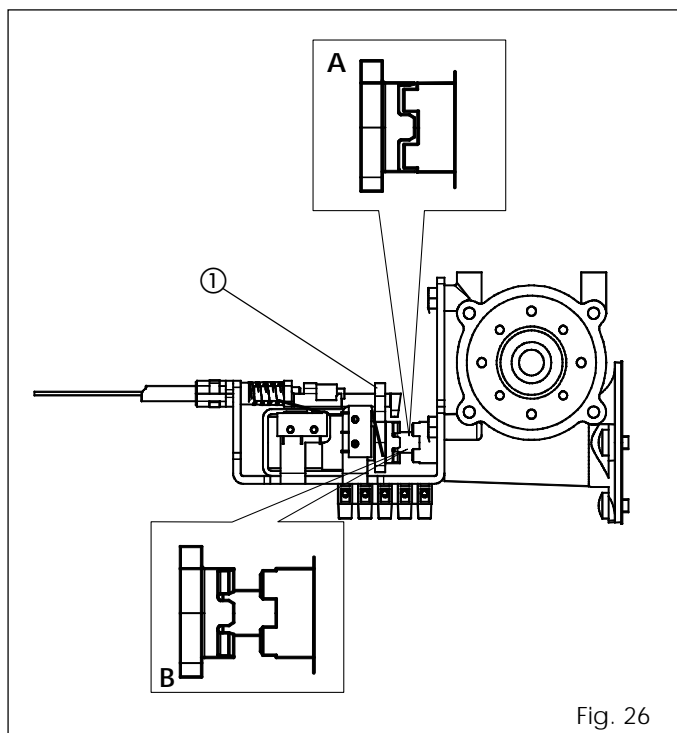
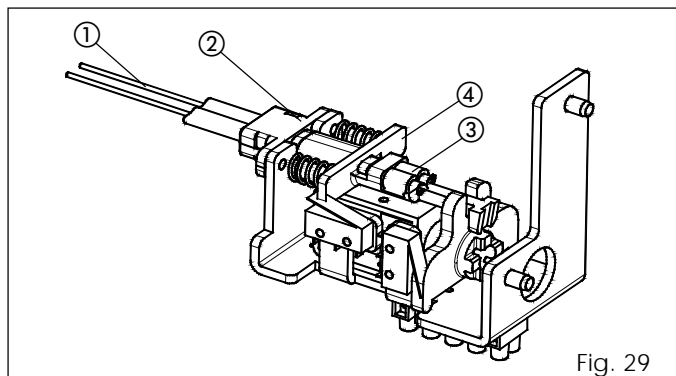

Fig. 26
Fig. 29
- Pousser manuellement le doigt (fig. 26 réf. ①) vers l'arbre moteur en vérifiant l'engrenage correct d'après la fig. 26 réf. A.
- Actionner le doigt (fig. 26 réf. ①) dans le sens vertical et vérifier la présence de jeu entre l'accouplement de l'arbre moteur et du verrouillage du moteur.
- Faire passer le câble (fig. 29 réf. ①) à l'intérieur de la pièce ② en laissant la gaine contre la butée.
- Introduire le câble sur la borne (fig. 29 réf. ③).
- Tirer la pièce ④ contre la butée (en comprimant les ressorts) et visser la vis de la borne ③ en bloquant le câble en acier.
- Vérifier que l'embrayage du verrouillage du moteur est indépendant de l'embrayage de l'arbre moteur (fig. 26 réf. B).